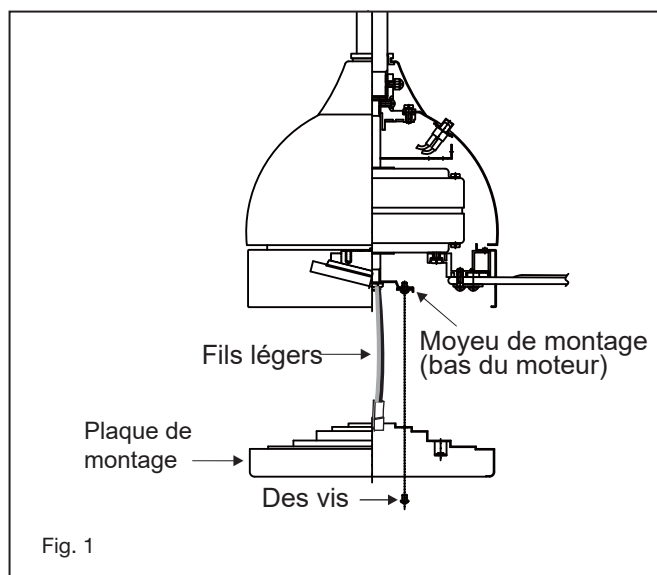
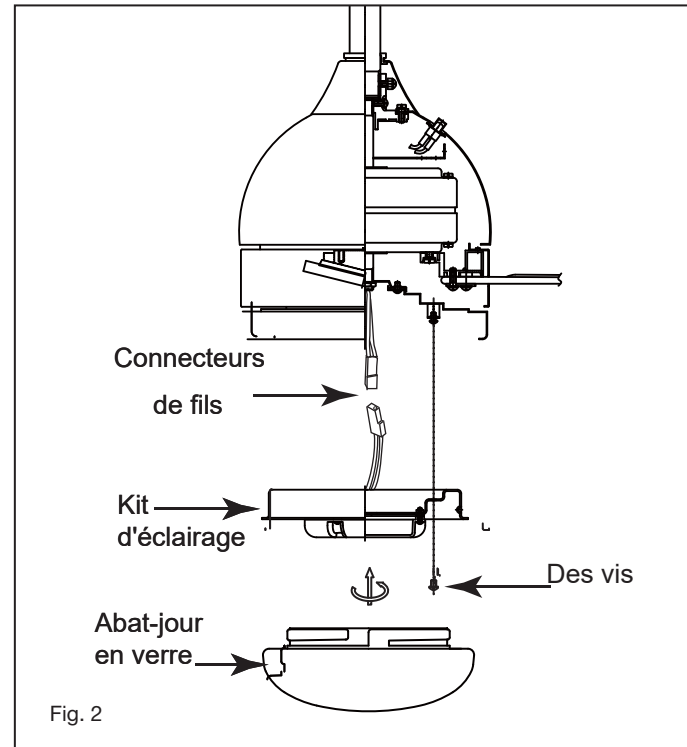

Fig. 1
Fig. 2
- 1 Retirez la balle de la tige de suspension en desserrant la vis de réglage sur le côté de la balle. Faites glisser la balle vers le bas et retirez l'axe de la balle retirer la balle. (Fig. 1)
- 3 Desserrez les deux vis de sécurité et retirez la goupille de la tige de suspension et le clip de retenue de l'accouplement sur le dessus de l'ensemble moteur. (Fig.2)
- 1 Insérez le récepteur dans le support de montage au plafond avec le côté plat du récepteur face au plafond. (Fig. 1) Pour de meilleures performances, assurez-vous que l'antenne noire, à l'extrémité du récepteur, reste étendue et ne s'emmêle pas avec les fils électriques. Connexions électriques du moteur au récepteur : (Fig. 2)
- 2 Connectez le fil noir du ventilateur au fil noir marqué « TO MOTOR L » sur le récepteur. Connectez le fil blanc du ventilateur au fil blanc marqué "TO MOTOR N" sur le récepteur. Connectez le fil bleu du ventilateur au fil bleu marqué "FOR LIGHT" sur le récepteur. Fixez toutes les connexions de fils avec les serre-fils en plastique fournis. Connexions électriques du récepteur aux fils d'alimentation de la maison : (Fig. 2) Connectez le fil noir (chaud) du plafond au fil noir marqué « AC in L » du récepteur. Connectez le fil blanc (neutre) du plafond au fil blanc marqué "AC in N" du récepteur.
- 1 Retirez l'une des trois vis du moyeu de montage situé sur le moteur du ventilateur. Desserrez les 2 autres vis. (Ne pas retirer) (Fig.1)
- 1 Retirez l'une des trois vis de la plaque de montage située sur le moteur du ventilateur. Desserrez les 2 autres vis. (Ne pas retirer) (Fig.2)
- 2 Tout en tenant le kit d'éclairage LED sous votre ventilateur, effectuez les connexions de la fiche polarisée: (Fig.2)
- 1 Sélectionnez un emplacement souhaité. Utilisez la plaque murale pour marquer l'emplacement des trous de montage. Des chevilles murales en plastique ou des vis de montage sont nécessaires pour cette application. (Fig. 1)
- 2 Placez le berceau A dans la plaque murale. (Fig. 2)
Retirez le panneau de l'émetteur, puis installez une pile 2032 (incluse). Vous devez utiliser une pièce de monnaie pour ouvrir ou fermer le couvercle de la batterie. Pour éviter d'endommager l'émetteur, retirez la batterie si vous ne l'utilisez pas pendant de longues périodes (Fig. 1)
- 6** Feu de signalisation (Fig. 2)